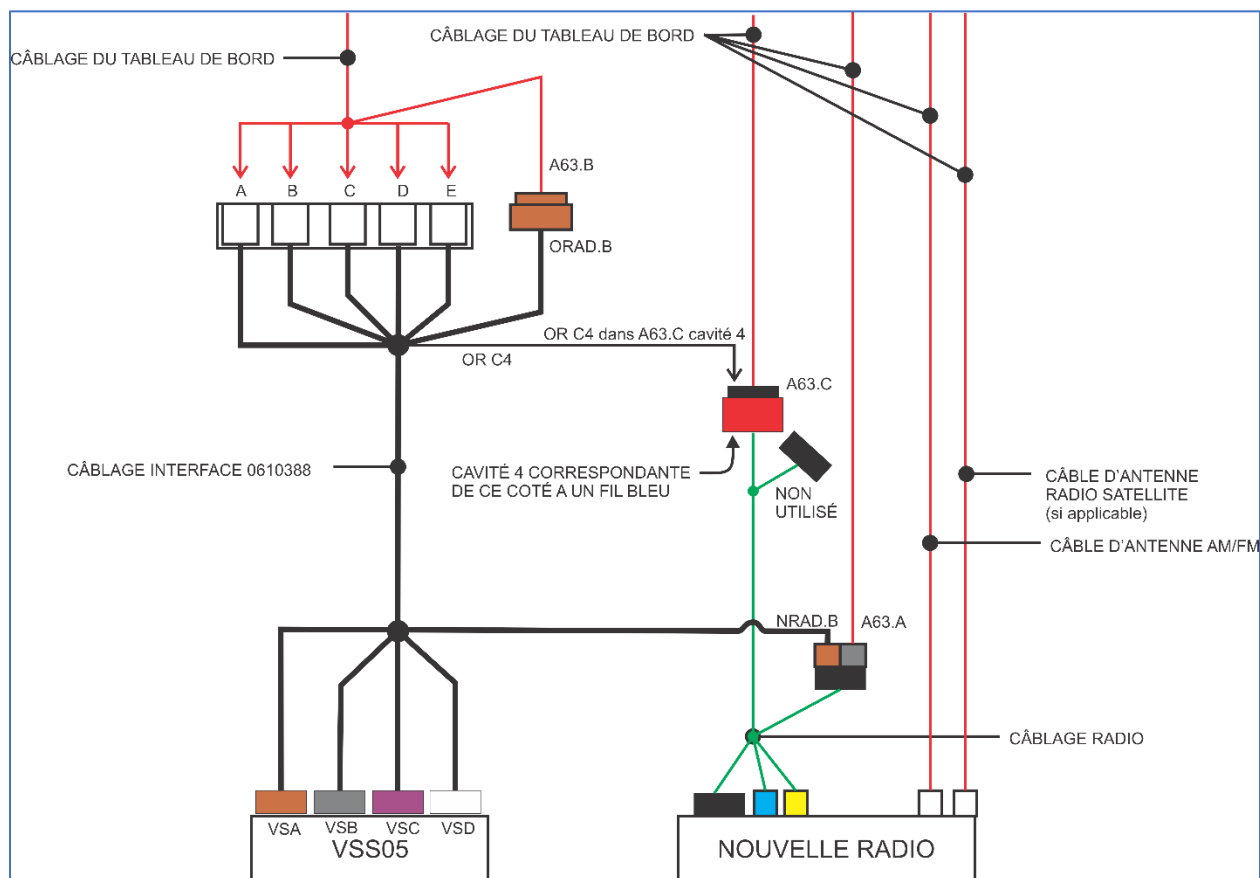
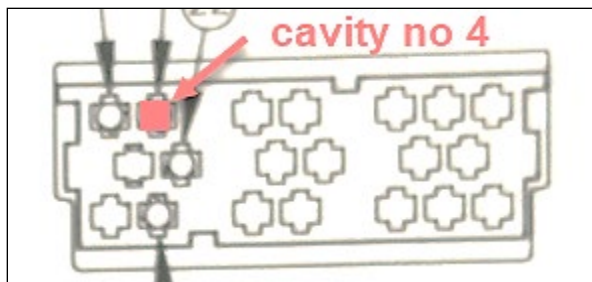

FIGURE 10: SCHÉMA DE CONNEXIONS
FIGURE 11: CAVITÉ NO 4, VUE PAR L'ARRIÈRE (CÔTÉ FIL) DU CONNECTEUR NOIR
13. Utiliser le schéma des connexions (FIGURE 10) ci-dessous pour connecter le câblage du tableau de bord au harnais d'interface VSS05 et au câblage de la radio.
15. Insérer le terminal du circuit OR C4 dans la cavité no. 4 du connecteur A63.C tel que montré sur la FIGURE 10 et la FIGURE 11 .